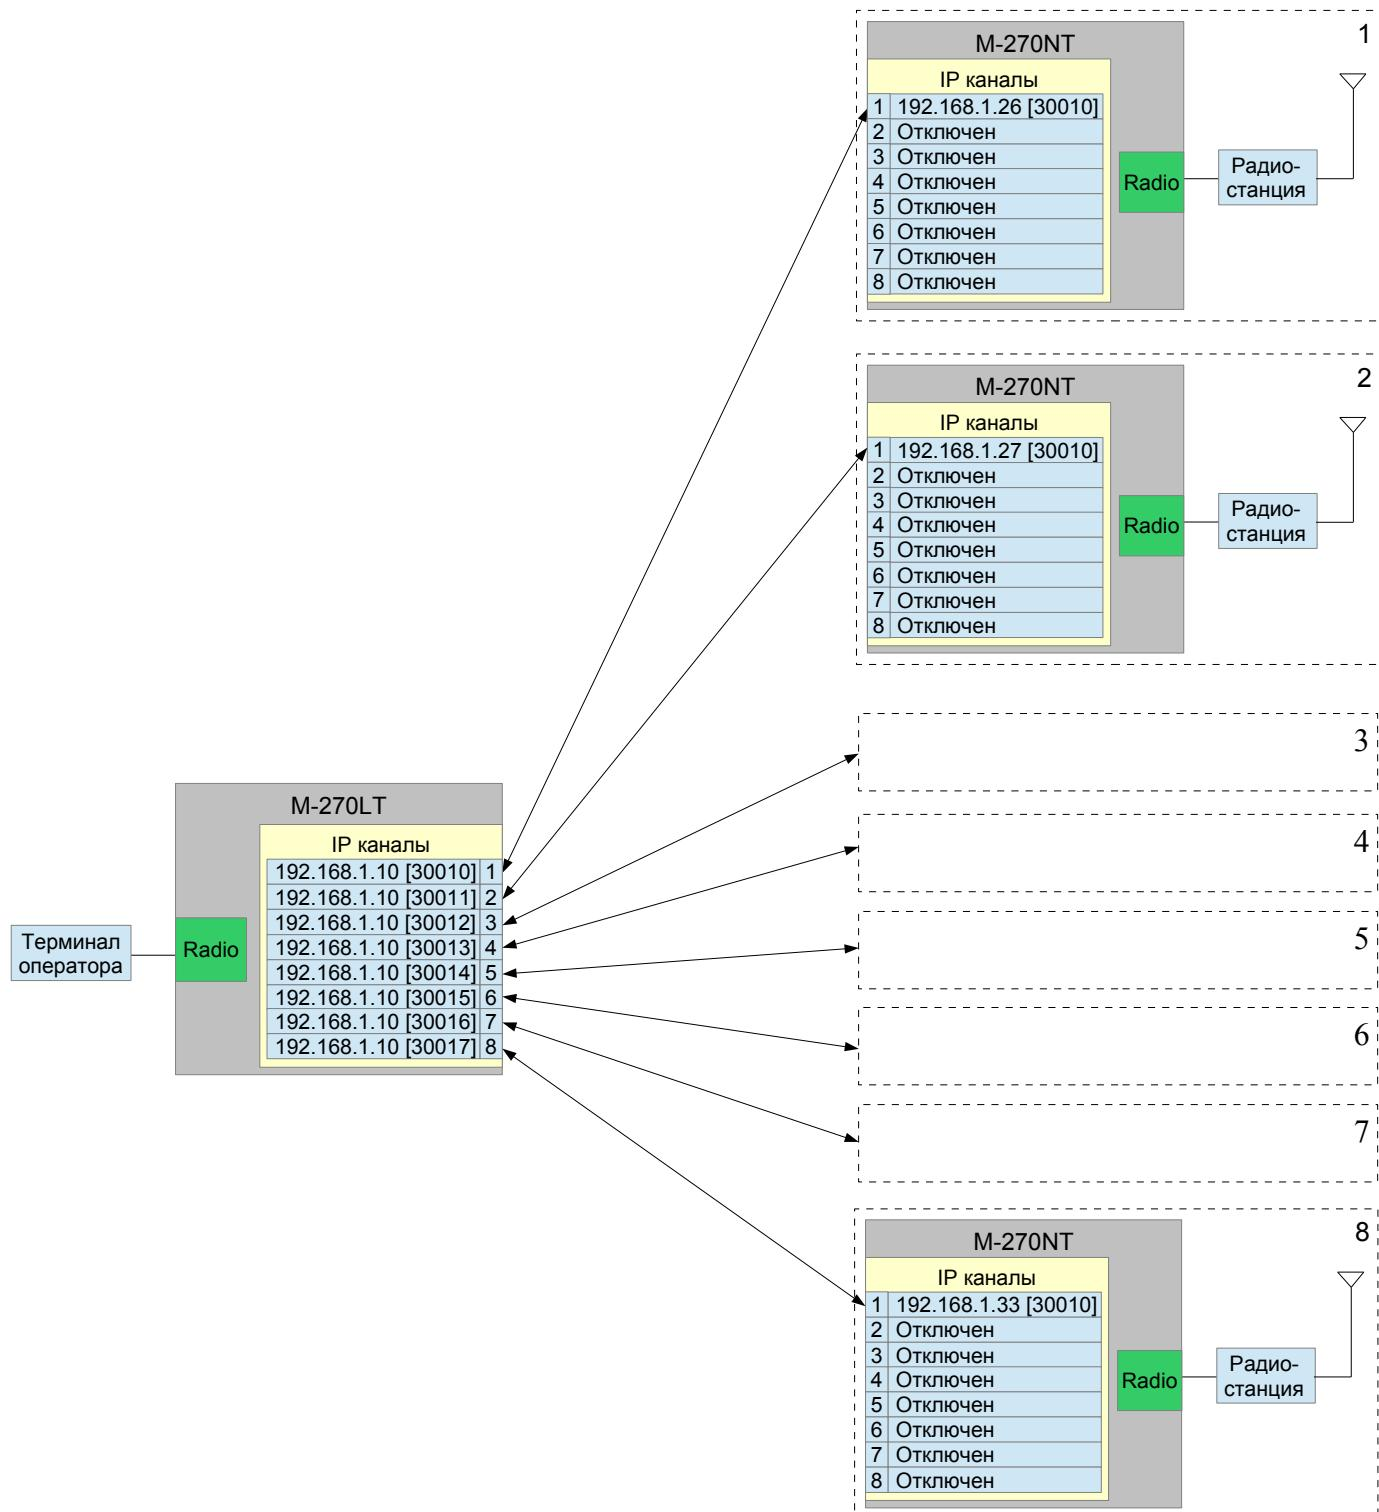
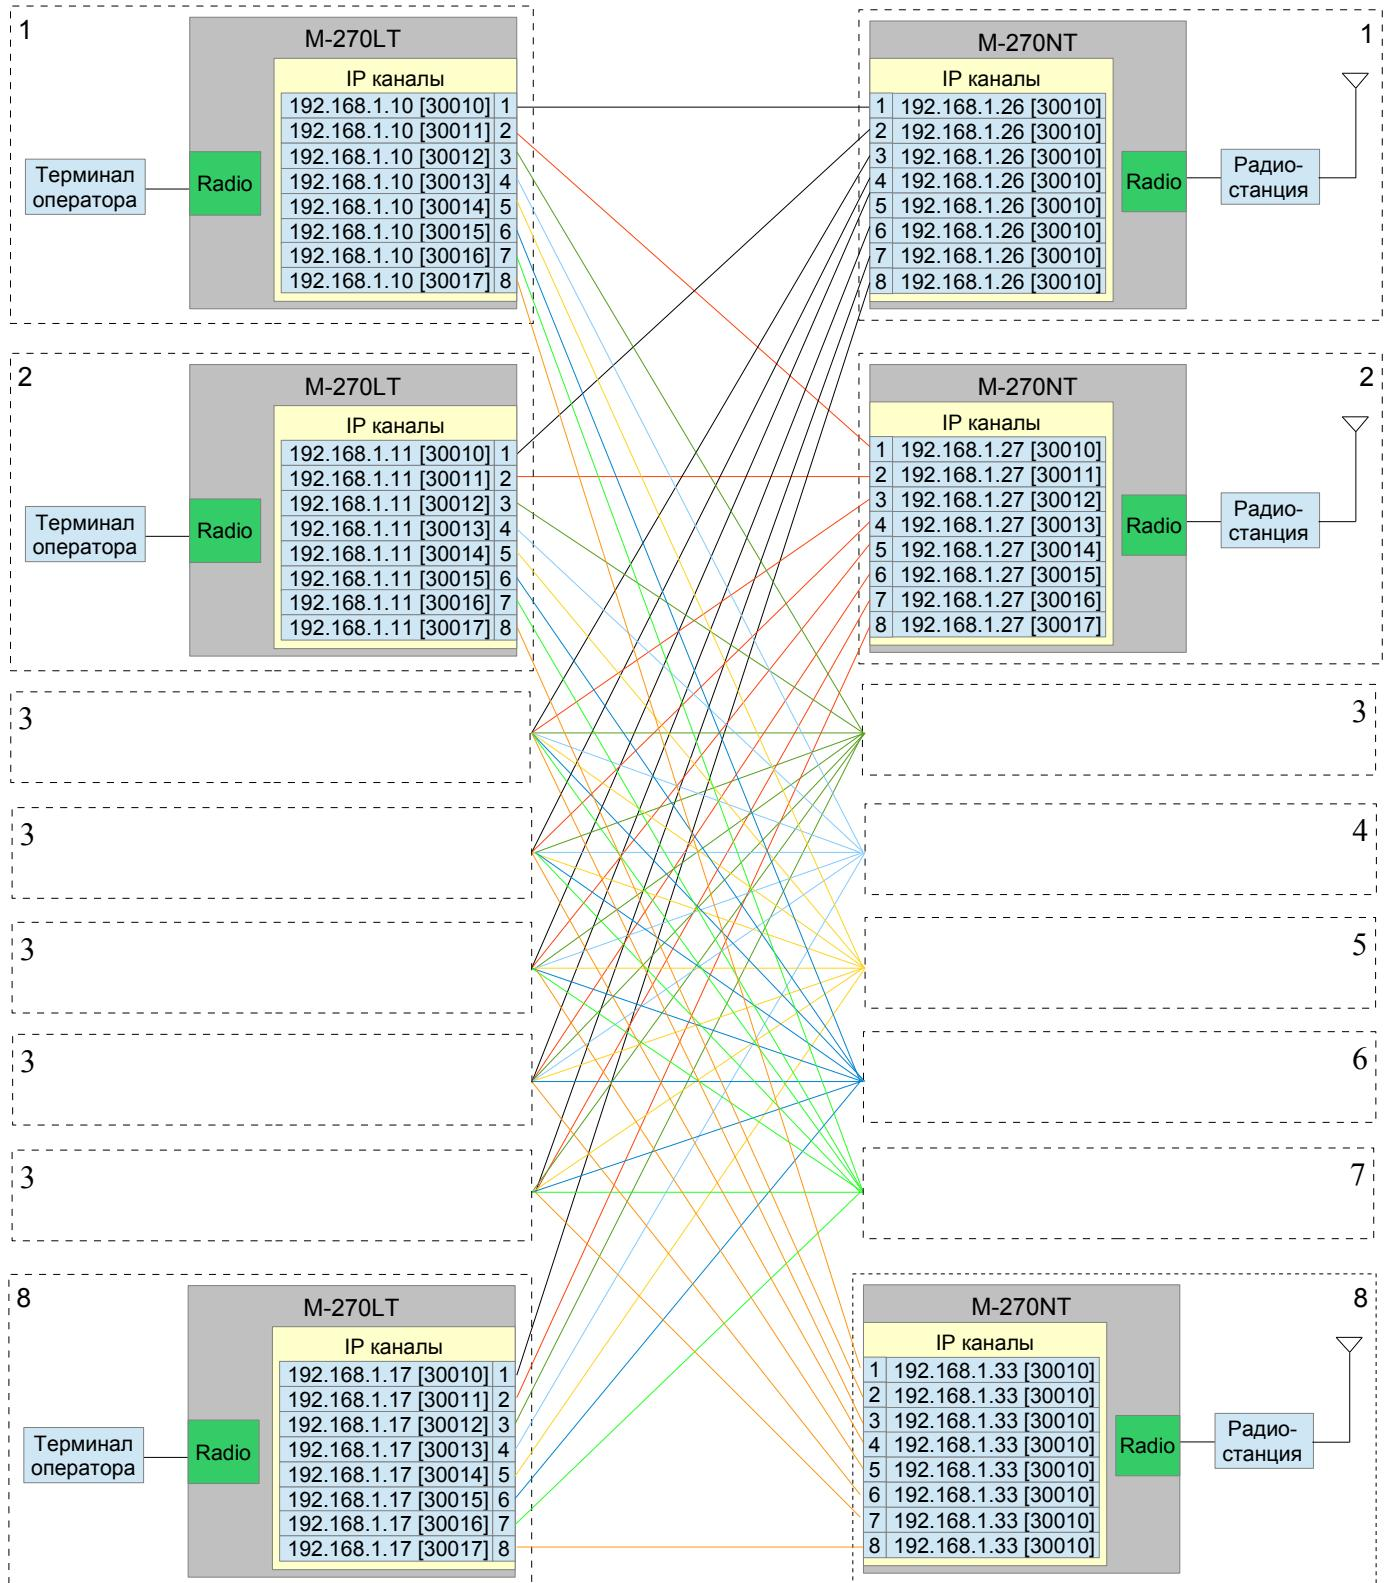

Рис. 19 Схема IP соединений для управления группой радиостанций.
Рис. 20 Схема IP соединений для работы группы операторов с группой радиостанций.
Контроллеры системы М-270 поддерживают одновременную работу по 8-ми IP каналам, это позволяет оператору организовать как выборочное так и параллельное управление до восьми удаленных радиостанций. Разделение IP каналов контроллера может выполняться как по номеру порта TCP/UDP протокола так и по IP адресу присваиваемого IP каналу. На рис. 19 приведена схема IP соединений для управления одним оператором группой из 8-ми радиостанций. На рис. 20 приведена схема IP соединений для параллельной работы группы из 8-ми операторов с группой из 8-ми удаленных радиостанций.
- Динамически, в этом случае все IP каналы имеют идентичные значения IP адреса и номера портов ( рис. 20, контроллер M-270NT №1 ) . При данных параметрах подключение контроллеров M-270LT выполняется последовательно к свободному IP каналу.
- Статически, в этом случае каждый IP канал имеет индивидуальные значения IP адреса и/или номер порта (см рис. 20 контроллера M-270NT №2).